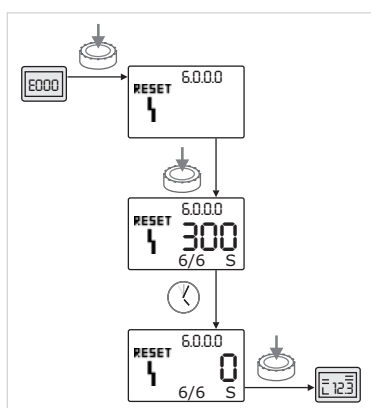

Fig. 51: Confirmar o tipo de avaria B (X = Y)
- Se o número atual de ocorrências da avaria for igual ao número máximo de ocorrências (Fig. 51):